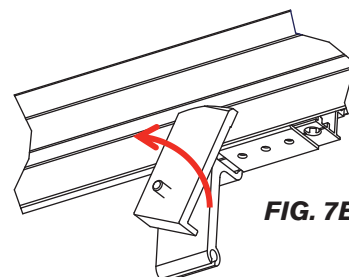

FIG. 7E
- Serrer à la main les boulons. Vérifier pour finir l'écartement avec la jauge d'écartement des rails ER : mesurer la distance entre le profilé métallique du rail et l'arrêt (Fig. 7E, 7F). La mesure ER peut également être prise à l'extrémité des rails, au niveau du caisson et du hayon. Les coulisses sont équipées de supports et de cales qui assurent une dimension ER conforme lorsqu'on les place sur une caisse d'origine ordinaire. Toutefois, la dimension de certaines caisses sort de l'ordinaire; d'autres ont des garnitures plastique optionnelles ou une doublure de caisse vaporisée.